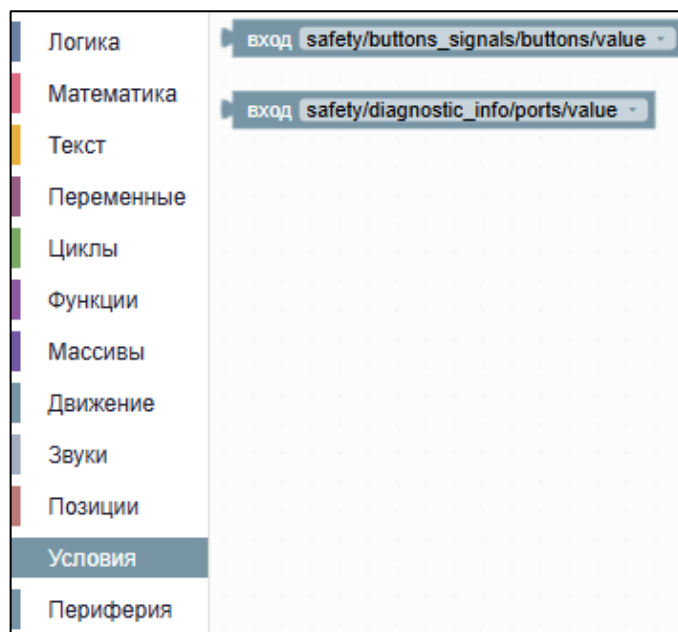

Рисунок II-23 – Раздел «Условия»
- Раздел «Условия» – подключение внешних устройств на вход (см. Рисунок II-23).